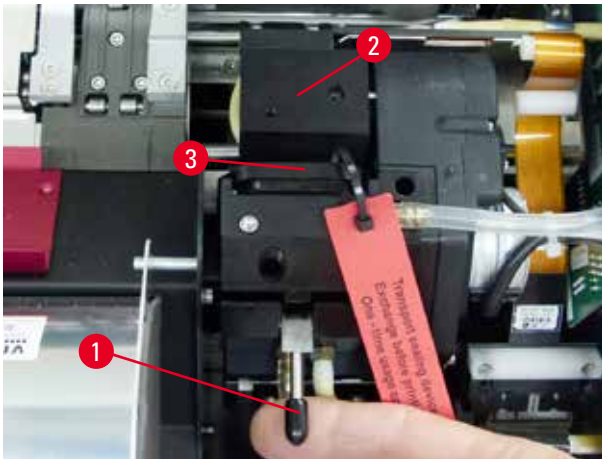

図 30
4. 印字ヘッド(→「図 30-2」)が上方に、シールリップから約 1 cm 離れた位置まで移動します(→「図 30」)。